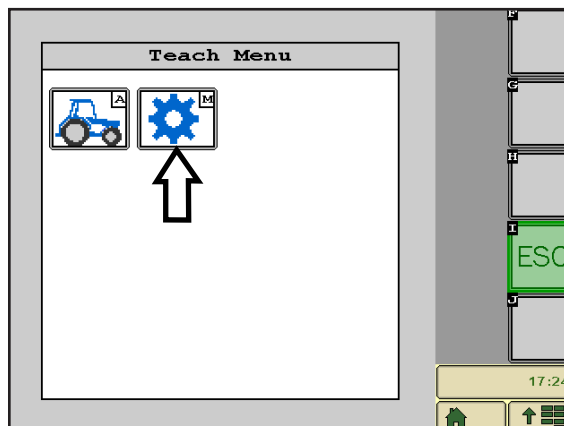

Fig. 12: Abrir el menú «Opciones básicos»
En el menú de configuración, pulse el símbolo de la rueda dentada (M) para abrir los opciones básicos (véase Fig. 12).